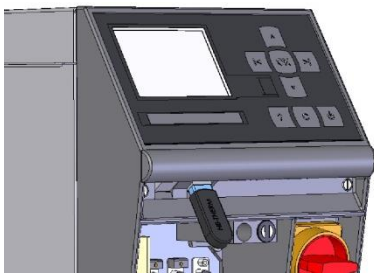

Abb. 56: USB-Datenträger anschliessen
2. USB-Datenträger anschliessen (Abb. 56).